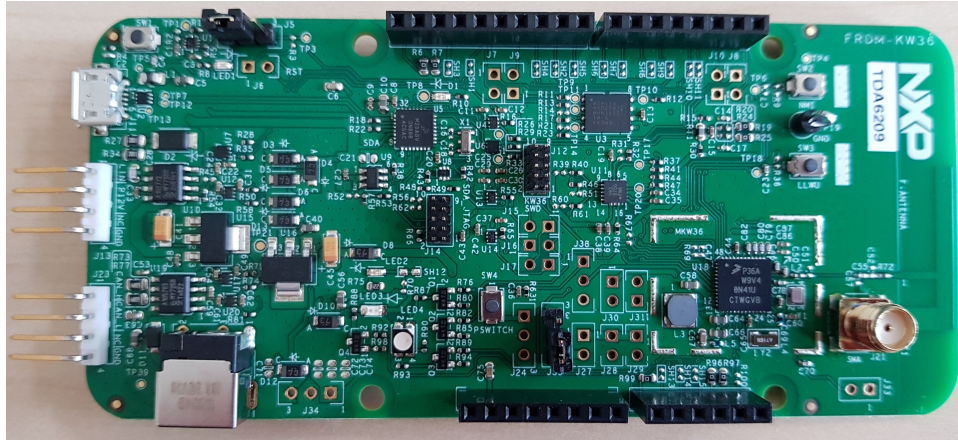

图 10. FRDM-KW36Z 开发板
为了成功开发无线硬件，正确的设备尺寸、RF 布局、电路匹配、天线设计和 RF 测量能力至关重要。射频电路设计、布局和天线设计是需要工程师能够熟练的使用设计工具同时需要有丰富的射频设计经验。借助恩智浦提供的可用硬件参考设计，RF 设计注意事项以及本应用笔记中包含的指南，硬件工程师可以成功设计出具有良好性能水平的 Bluetooth Low Energy (LE) 无线电路板。图 10 显示了 FRDM-KW36 开发板。它包含 MKW36Z 设备和所有必需的 I/O 连接。